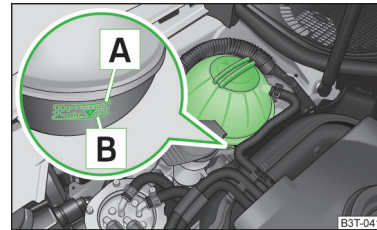

Abb. 131
Zum Nachfüllen nur das Frostschutzmittel verwenden, dessen Bezeichnung auf dem Kühlmittelausgleichsbehälter aufgeführt ist » Abb. 131 auf Seite 173. ▶
- Das Kühlmittel nicht über die Markierung **A** auffüllen » Abb. 131 auf Seite 173.
- Den Kühlmittelstand am Kühlmittelausgleichsbehälter prüfen » Abb. 131. Der Kühlmittelstand muss bei kaltem Motor zwischen den Markierungen **B** (min.) und **A** (max.) liegen. Bei warmem Motor kann er auch etwas über der Markierung **A** (max.) liegen.
Das Kühlmittel nicht über die Marke  (max.) auffüllen » **Abb. 131** auf Seite 173! Überschüssiges Kühlmittel wird bei Erwärmung durch das Überdruckventil im Verschlussdeckel des Kühlmittelausgleichsbehälters aus dem Kühlsystem gedrückt. ■